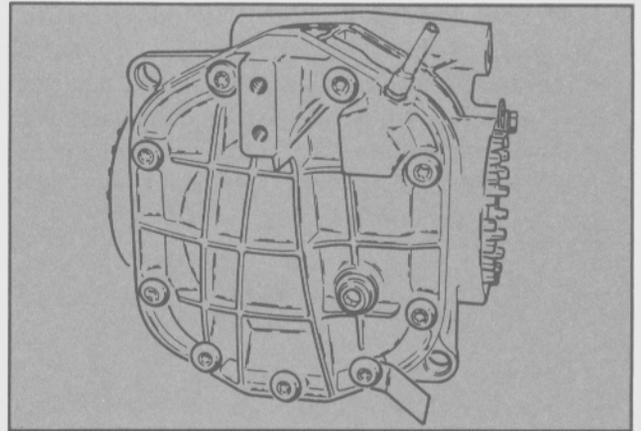

Fig. 16 - Tornillos Torx de la carcasa del eje trasero.
- Extraer los 9 tornillos Torx con la herramienta especial T84A-TXA-BAS, retirar la tapa de la carcasa del eje trasero despegando el sellador y drenando el aceite lubricante (Fig. 16).